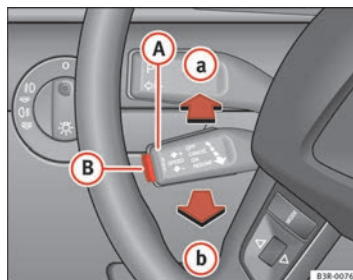

Abb. 141 Bedienungselemente der Geschwindigkeitsregelanlage
- drücken Sie den Hebel **(A)** ⇒ Abb. 141 bis auf die Position **(a)** (nicht gerastet).